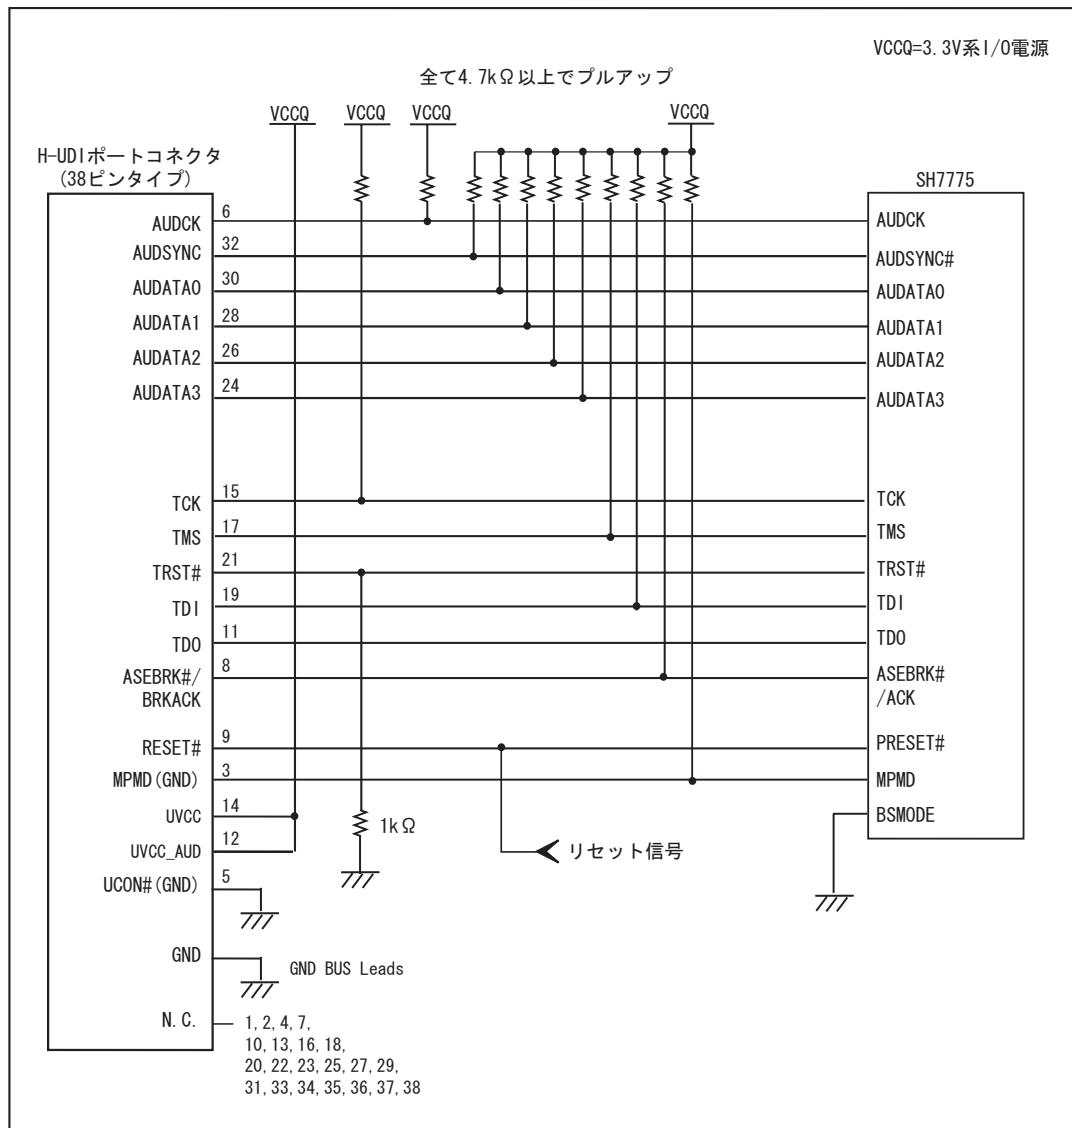

図1.7 E10A-USB 使用時の H-UDI ポートコネクタ - チップ間の推奨接続例(38 ピンタイプ)
- 図1.7の回路を組んだ場合のE10A-USB エミュレータのスイッチ設定：SW2=1, SW3=1